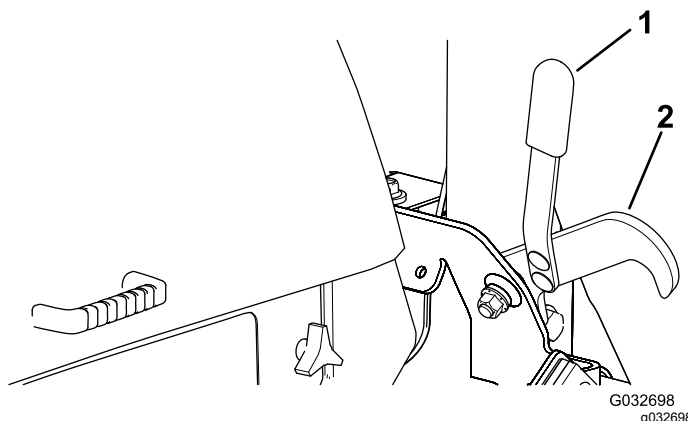

Figura 46
2. Usando la palanca, desenganche los cierres que sujetan las carcassas en la posición elevada (Figura 46).